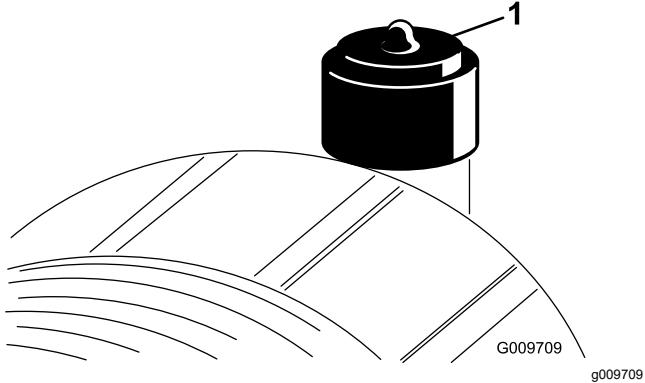

Figura 72
Effettuate la manutenzione del filtro dell'aria quando l'indicatore (Figura 72) lo richiede. Sostituendo il filtro dell'aria prima del necessario si aumenta il rischio che la mordacia penetri nel motore quando si toglie il filtro.
- Se la spia (Figura 72) è rossa, resettatela.